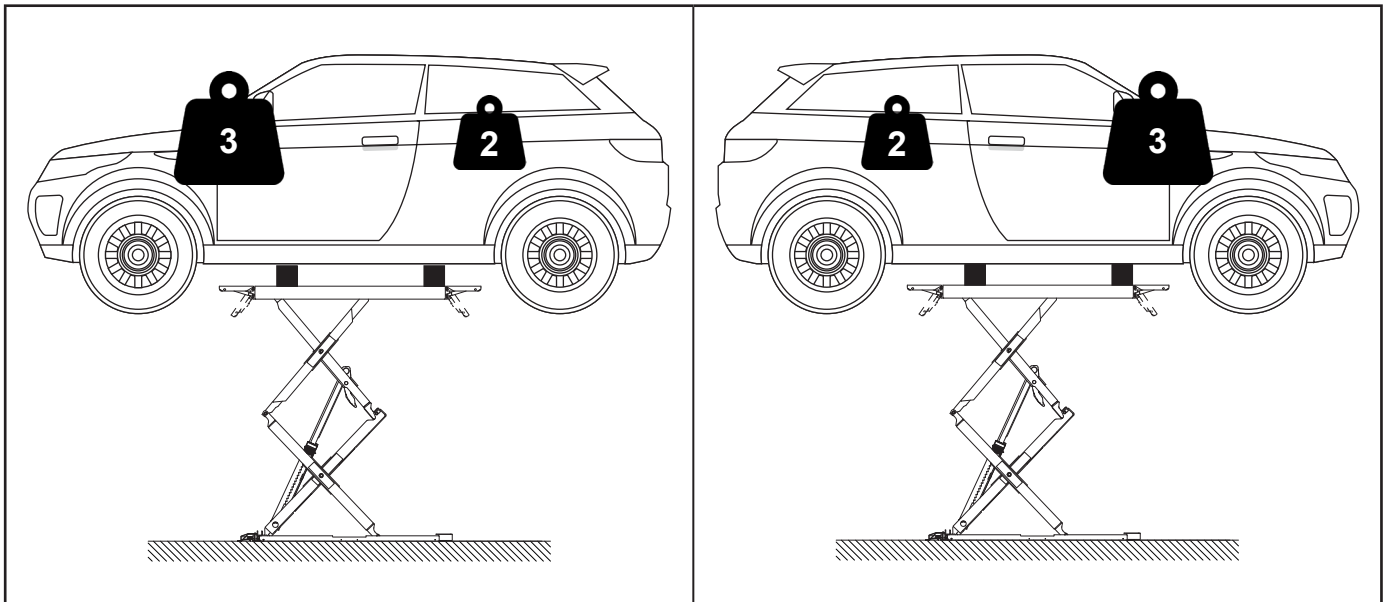

Abb. 1
- 3:2 / 2:3 (reversibel) (Abb. 1).